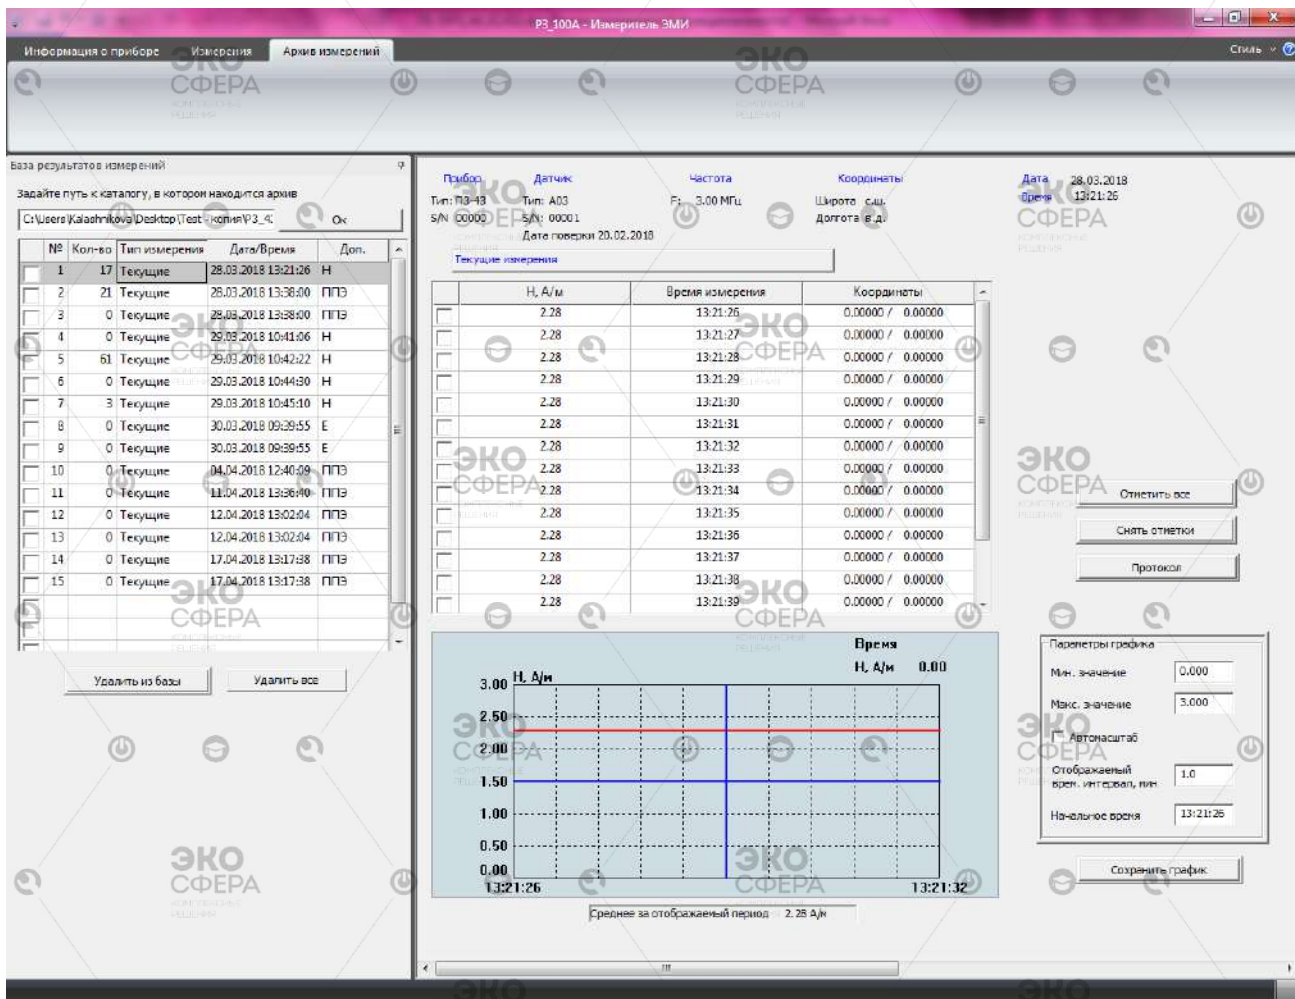

Рисунок 20 – Окно просмотра архивов измерений
- панель просмотра отмеченного архива (рисунок 20).